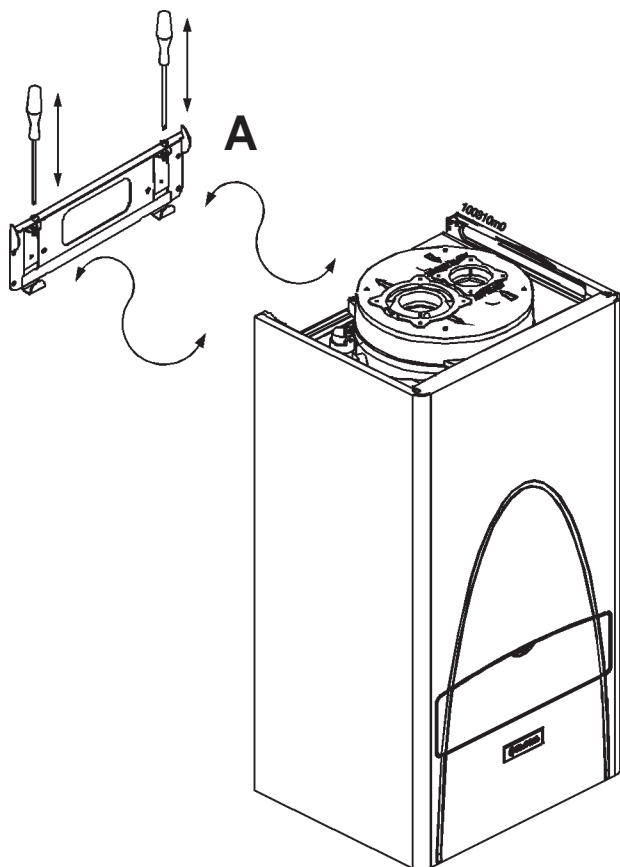

Figura 3 - Piastra regolabile di sostegno
- fissare la staffa di sostegno A (vedi figura 3), alla parete, con le viti dei tasselli a corredo;
- appendere la caldaia alla staffa A (vedi figura 3);